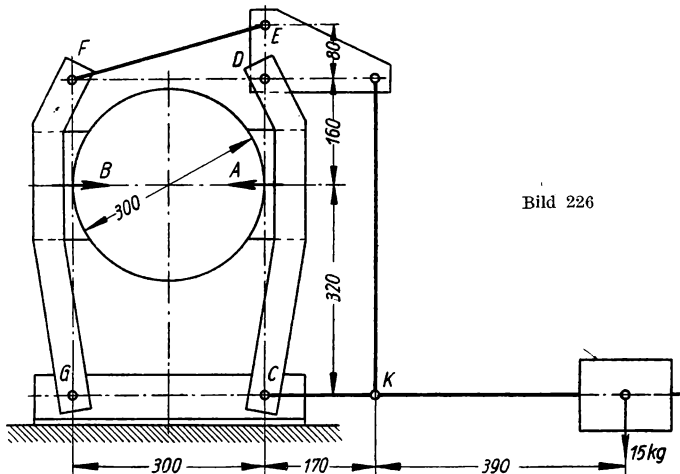

Bild 226
**349.** Die Doppel-Backenbremse einer Kranwinde (Bild 226) wird durch das 15 kg schwere Belastungsgewicht angezogen. a) Welche Anpressungsdrücke üben